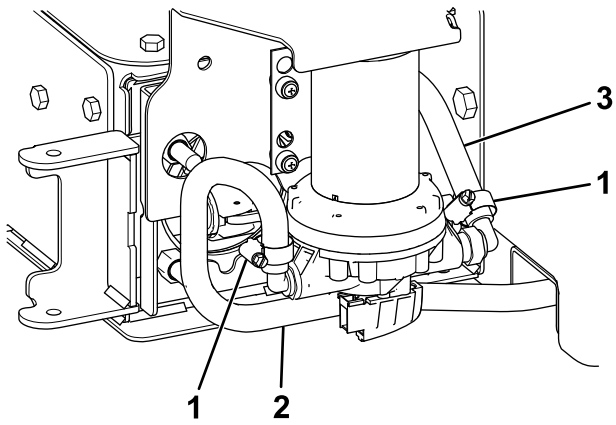

Figure 23
16. Avec un collier, fixez le flexible de 45 cm (18 po) de la buse de pulvérisation au raccord sur le côté droit de la pompe (Figure 23).
- Avec un collier, fixez le flexible de 1,2 m (48 po) au raccord sur le côté gauche de la pompe (Figure 23).
- Acheminez le flexible sous le longeron du cadre, vers le filtre (Figure 23).